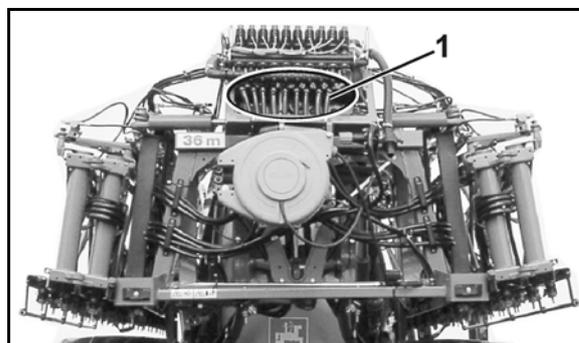

Fig. 158
10. Desmontar la manguera de presión (Fig. 158/1) de la bomba para que pueda salir el agua restante de la misma, así como del lado de presión de la llave de conmutación VARIO **B**.